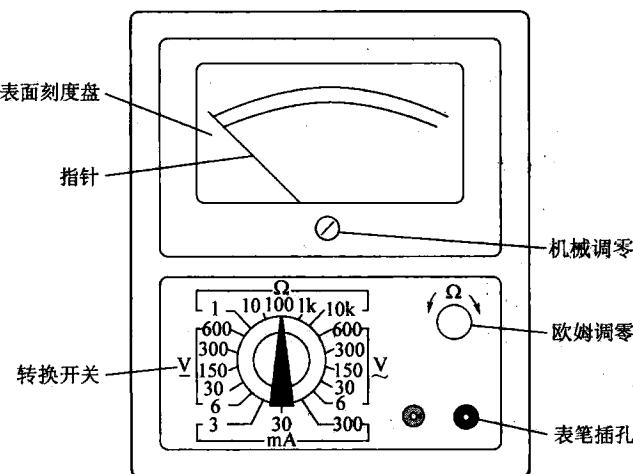

图 2—11 万用表的表盘
1) 测量电阻。先将两表笔搭在一起短接, 使指针向右偏转, 随即调整“ Ω ”调零旋钮, 使指针恰好指到右零位。然后将两表笔分别接触被测电阻(或电路)两端, 读出指针在欧姆刻度线(第一条线)上的读数, 再乘以该挡标示的数字, 就是所测电阻的阻值, 即被测电阻实际值等于倍率乘以指针读数。例如用 $R \times 100$ 挡测量电阻, 指针指在 80, 则所测得的电阻值为 $80 \times 100 = 8 k\Omega$ 。由于“ Ω ”刻度线左部读数较密, 容易读数不准, 所以测量时应选择适当的欧姆挡。使指针在刻度线的中部或右部, 这样读数比较清楚准确。每次换挡, 都应重新将两表笔短接, 重新调整指针到零位, 才能测准。如图 2—12 所示。